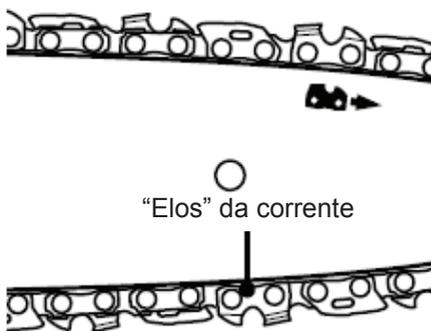

Fig. 11
1. Coloque o produto sobre uma superfície plana adequada, com cobertura lateral (12) voltada para cima.
2. Verifique a tensão da corrente utilizando uma mão para elevar a corrente (14) contra o peso do produto. A tensão correta da corrente é alcançada quando é possível elevá-la aproximadamente 2 - 4 mm acima da guia (13) no centro (Fig. 11, 12).